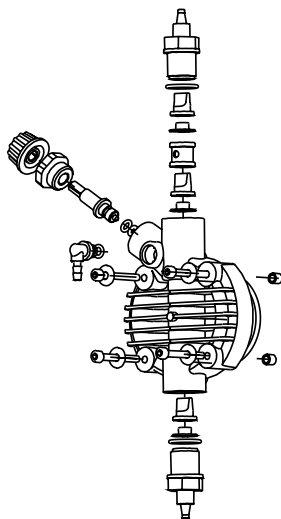

Fig. 10
3. **Purgar todo o líquido existente dentro do cabeçote da bomba. Para tal, desmonte, limpe e remonte o cabeçote da bomba com os quatro parafusos que servem para sua fixação (fig.10).**
2. Verificar pelo menos a cada 6 meses o funcionamento da bomba, o aperto dos parafusos do cabeçote e de porcas-trava, particularmente na dosagem de líquidos agressivos, efetuando um controle ainda mais freqüente da concentração do aditivo no sistema; uma redução dessa concentração pode ser causada pelo desgaste das válvulas (que neste caso devem ser substituídas tendo atenção ao remontá-las como na Fig. 10) ou ainda o entupimento do filtro que deve ser limpo como indicado no item 3 a seguir.
Para efetuar esta operação, se a bomba não está fixada ao sistema, se pode fazê-la pulsar por poucos segundos (15 a 30) tendo-a de ponta cabeça e sem as mangueiras conectadas aos nipples, se for impossível virar a bomba, deve-se desmontar e remontar o cabeçote (Fig. 10), utilizando-se dos quatro parafusos de fixação.
Devido à sua robustez, as bombas praticamente não têm avarias mecânicas. Em alguns casos pode-se verificar perdas de líquido pelos nipples de ligação dos tubos de descarga/sucção. Raramente se produzem perdas causadas pela ruptura da membrana ou por desgaste da guarnição hermética da mesma. Nestes casos, os componentes devem ser substituídos. Para tal desapertar os 4 parafusos do cabeçote da bomba (fig.10), substituir a membrana e/ou guarnição da mesma, voltar a apertar os 4 parafusos. Uma vez eliminada a perda, é necessário limpar a bomba dosadora, removendo possíveis resíduos de aditivo que podem danificar a caixa da bomba.